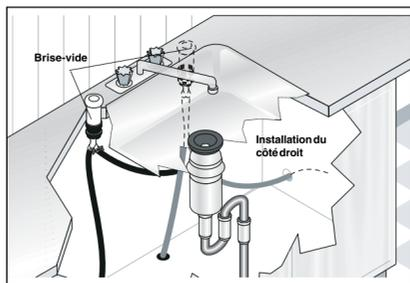

Figure 8
- Si vous raccordez le lave-vaisselle à un siphon d'évier, il se peut que les codes locaux exigent que vous installiez un ensemble de brise-vidé (non compris). Le tuyau de vidange sera acheminé du lave-vaisselle jusqu'à l'orifice d'entrée du brise-vidé, comme indiqué sur la figure 8. Il est possible d'acheter un ensemble de brise-vidé dans tous les bons magasins de plomberie. (Si le tuyau de vidange doit passer à travers le plancher, il est nécessaire d'installer un brise-vidé.)